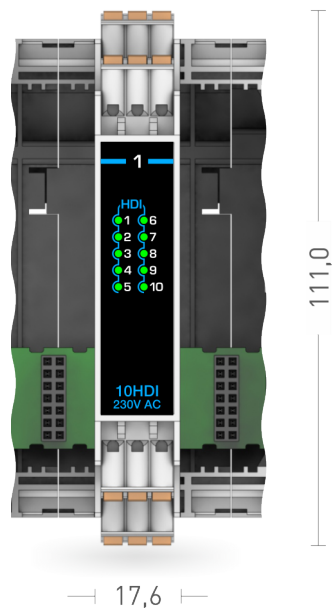
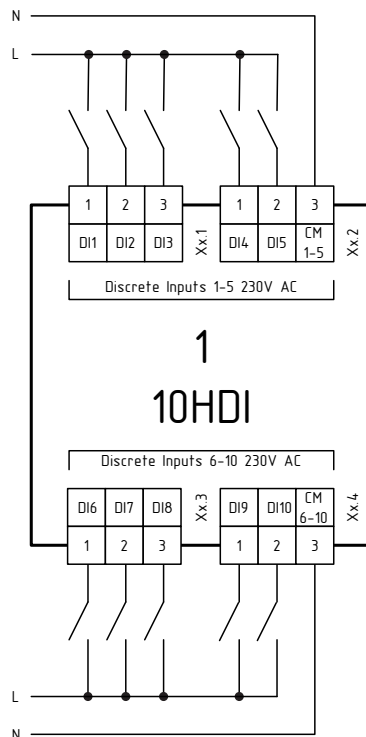

Рисунок 1.7 – Внешний вид модуля расширения MCU-1-10HDI
Рисунок 1.8 – Схема подключения модуля расширения MCU-1-10HDI
- Внешний вид и схема подключения приведены на рис. 1.7 и рис. 1.8.